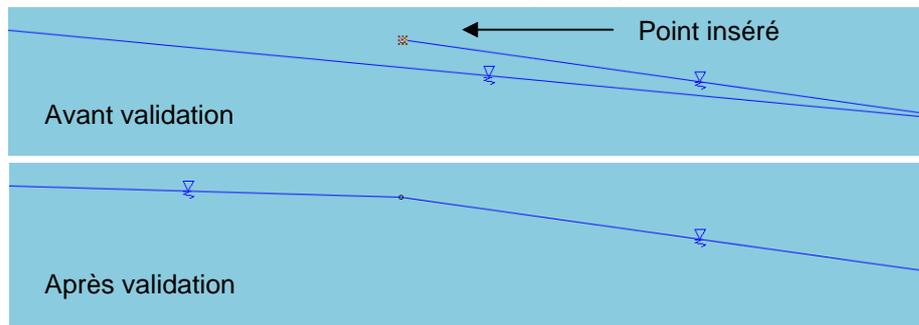

Figure 81 : ajout d'un point à une nappe existante
- Les points de la nappe sont automatiquement ordonnés par X croissant lors de la fermeture de la boîte de dialogue : si vous avez défini une nappe en "zigzag" (par saisie de points dans le tableau ou sur le dessin), elle sera donc automatiquement "lissée" à la validation de la boîte de dialogue. De la même façon, si vous rajoutez un point à une nappe existante, ce point sera raccordé dans un premier temps au dernier point défini, mais il sera bien "remis à sa place" après validation de la boîte de dialogue (Figure 81).